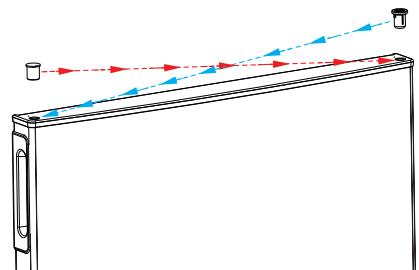

Fig. 14
- ▶ Anbring blindproppe i boringen på højre side (fig. 14).